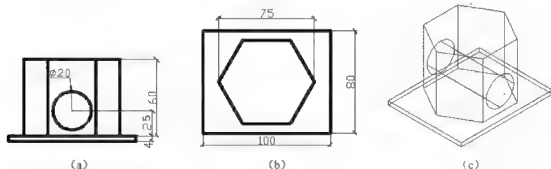

图 6.80 三维实体的消隐、着色和渲染
(1) 创建图6.80所示的实体造型, 显示其正等测投影, 实体材质为白色金属, 设置平行光源, 实体各个面交线要能分辨清楚。
(2) 创建图6.80所示的实体造型, 显示其正等测投影, 实体六棱柱的材质为红色塑料, 底板的材质为白色玻璃, 设置位于实体的左、前和上方的白色点光源, 要求能看到圆孔的底部。
(3) 对第(1)和(2)步创建的实体进行消隐和着色观察。